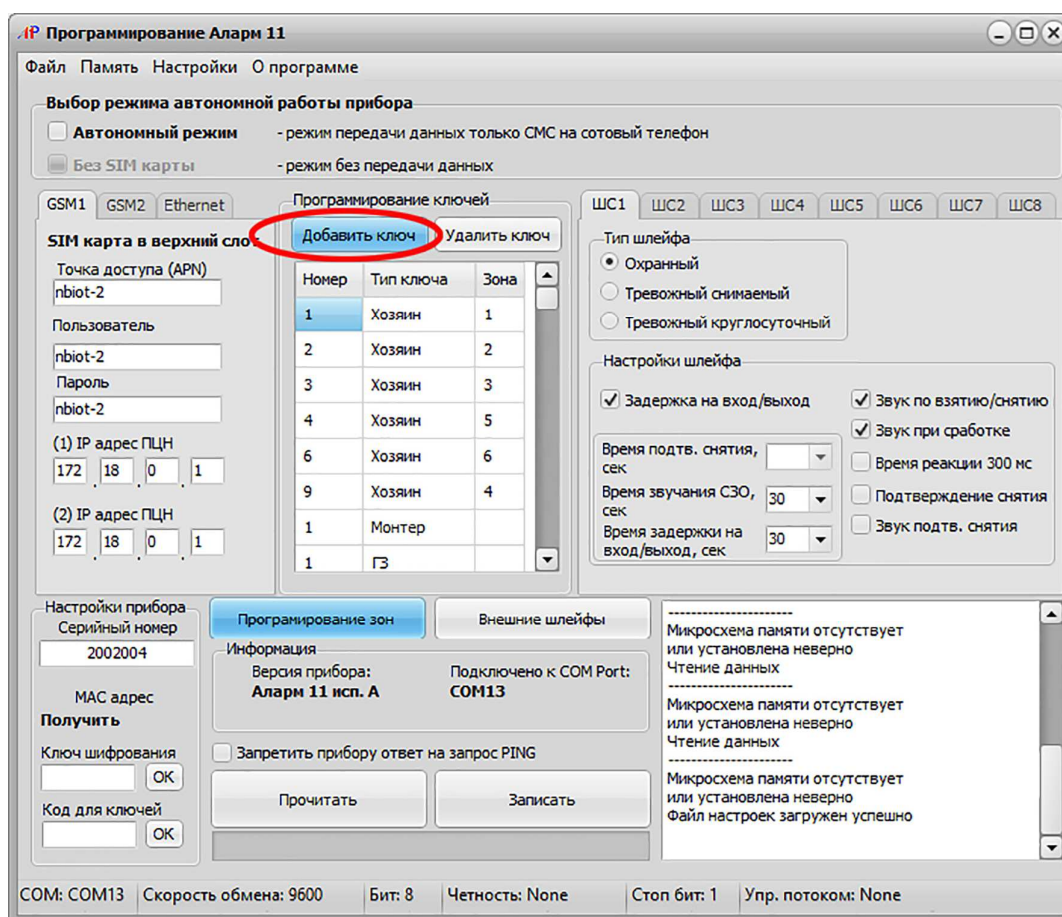
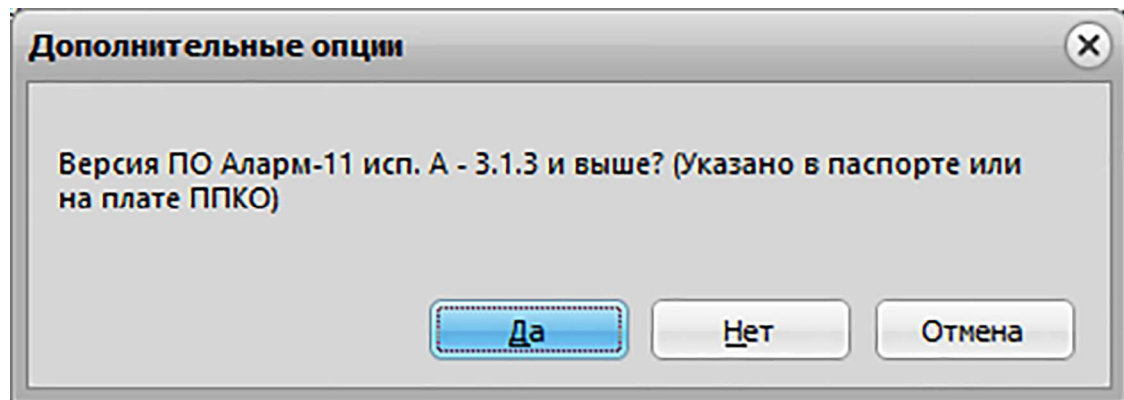

Рисунок 20
Рисунок 22
3.6.1 Для записи параметров ключей доступа в ЭЗУ прибора в основном окне «Программирование Аларм 11» в поле «Программирование ключей» нажать кнопку «Добавить ключ» (рисунок 20), после чего приложите ключ доступа к УД.
3.6.4 Для удаления, записанного ранее в ЭЗУ прибора ключа доступа, в поле «Программирование ключей», выделить нужный и нажать кнопку «Удалить ключ» (рисунок 20).
3.7.1 Для записи в ЭЗУ прибора его параметров, установленных в процессе программирования, нажать кнопку «Записать». Для проверки сохраненных в ЭЗУ прибора параметров нажать кнопку «Прочитать» (рисунок 20). В результате выполнения этих команд на экране ПЭВМ появится окно (рисунок 22). Для всех исполнений и версий ПО прибора необходимо нажать кнопку «Да».